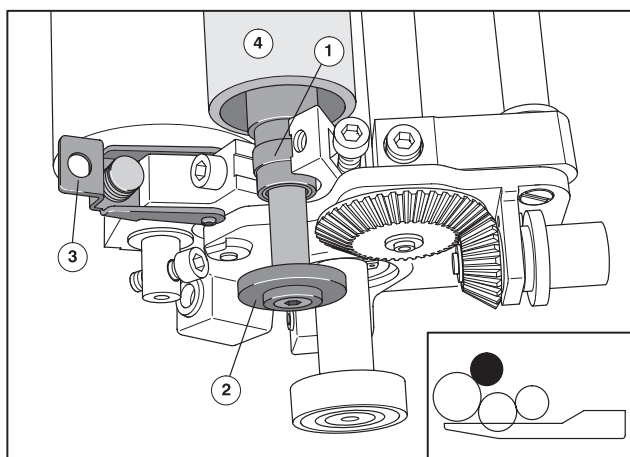

Рис. 31 Установка увлажняющего растирочного валика
- ❶ Поверните аппарат увлажнения.
- ❷ Сдвиньте втулки подшипников (Рис. 31/❶) на оси увлажняющего растирочного валика в сторону; соответственно опорам. Ведущий диск увлажняющего растирочного валика для бокового растира (Рис. 31/❷) расположен на стороне обслуживания.
- ❸ Вложите увлажняющий растирочный валик с втулками подшипников в опоры.
- ❹ Поверните крышку подшипника (Рис. 31/❸) над опорами (Рис. 31/❶).
- ❺ Прикрутите крышку подшипника (Рис. 31/❸) винтом с внутренним шестигранником к опорам.